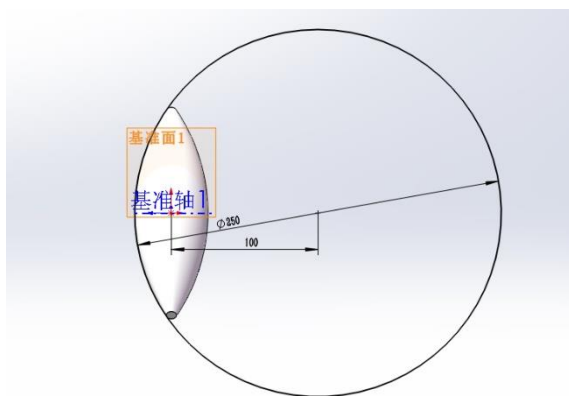
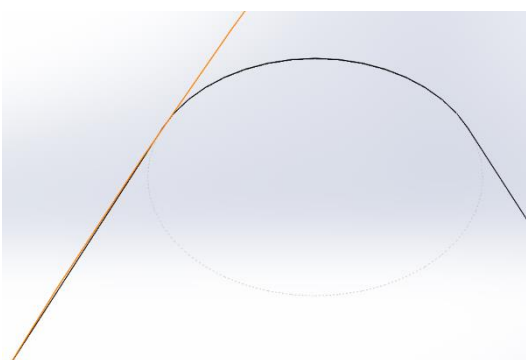

图 13
图 14
6.4、在新建基准面上新建草图，画一圆，圆心在基准轴线上，直径为 $2R = 250$ ，圆心距原点 $H = 100$ ，如图 13 所示。放大局部可以发现小胶轮轮廓投影与该圆完全重合，如图 14 所示。